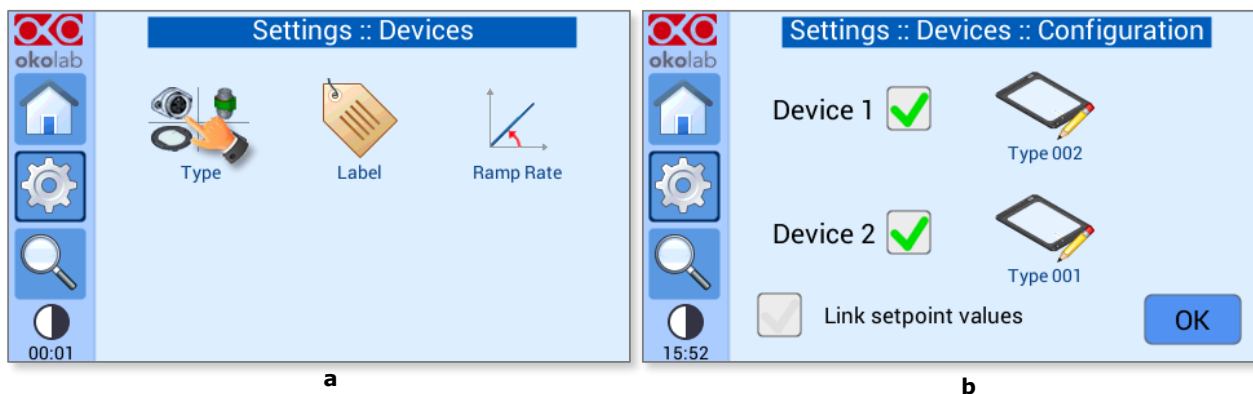

Figure 16. Sous-menu des dispositifs – Sous-menu de Configuration (a -b).
- 1 Appuyez sur l'icône *Type*  pour accéder au sous-menu de configuration des dispositifs, voir Figure 16 (a). Cochez la case pour sélectionner le nombre de dispositifs que vous souhaitez connecter, voir Figure 16 (b).